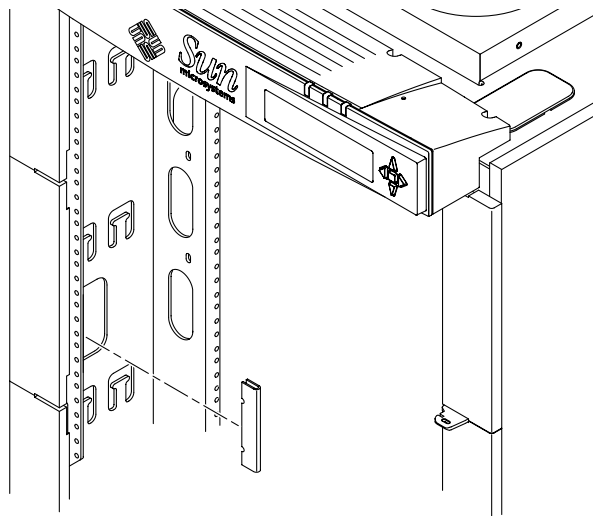

FIGURE 3-5 Installation des protecteurs dans l'armoire
2. Alignez l'encoche supérieure en v du protecteur avec le trou correspondant, puis appuyez fermement au milieu du protecteur jusqu'à ce qu'il touche le bord de l'armoire (FIGURE 3-5).